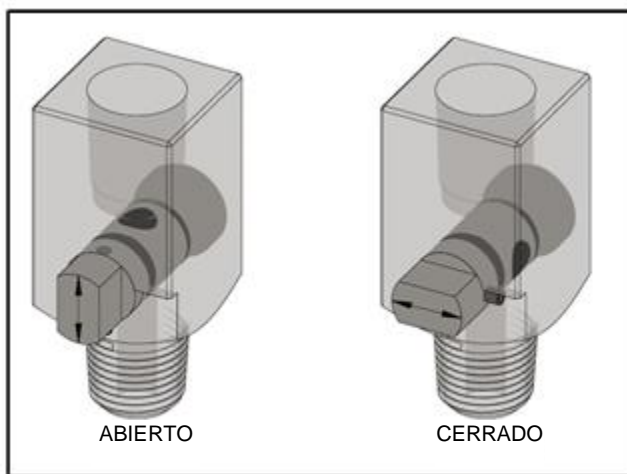

Figura 1
3. Abra ligeramente todos los puertos de inyección del sellador. Retire todos los tapones de tubo de las conexiones que no tienen puertos de inyección del sellador. Cierre el puerto de inyección del sellador inferior que se esté utilizando primero. La Figura 1 muestra la orientación correcta de los puertos de inyección del sellador cerrados y abiertos.
3. Abra ligeramente todos los puertos de inyección del sellador. Coloque los tapones de tubo en las conexiones sin puertos de inyección del sellador. Cierre el puerto inferior de inyección del sellador que se está inyectando primero. EXCEPCIÓN: Si se inyecta en un accesorio PLIDCO con un contenido nocivo o a altas temperaturas, que podría causar lesiones al personal, se sugiere cerrar todos los puertos de inyección del sellador, excepto el que esté más cercano a la fuga y sea el más alejado del personal que inyecte el sellador. La Figura 1 muestra la orientación correcta para el puerto de inyección del sellador cerrado y abierto.